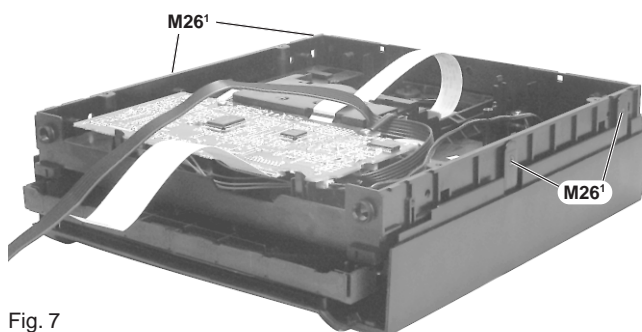

Fig. 7
- 4 Schrauben **M26¹** herauserschrauben (Fig. 7).
- Undo 4 screws **M26¹** (Fig. 7).